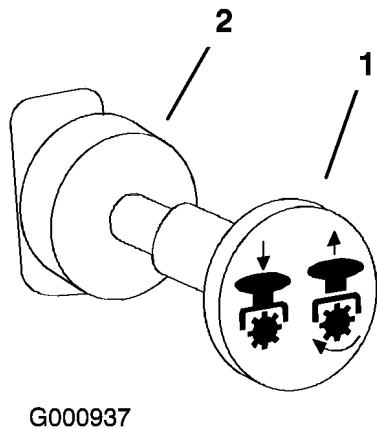

Figure 15
3. Tirez sur la commande de prise de force (PDF) pour l'engager (Figure 15).
Poussez la commande de PDF pour la désengager (Figure 15).